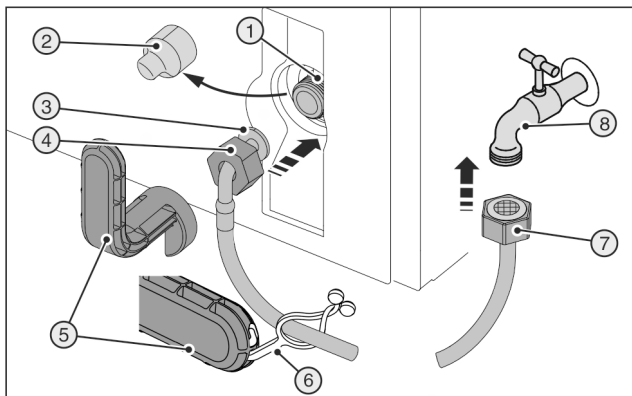
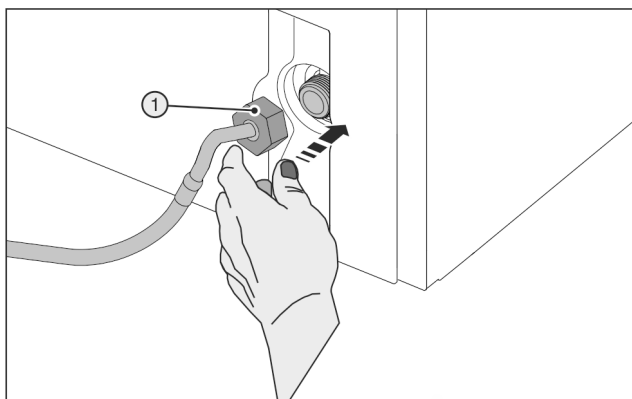

Fig. 51 \*
Fig. 52
- ▶ 拆下盖板 Fig. 51 (2)。
- ▶ 略微装配：将直软管端 Fig. 51 (7)向左置于地面。
- ▶ 将螺母 Fig. 51 (4)推至软管弯折端 Fig. 51 (3)上方末端并固定。
- ▶ 小心地装上螺母 Fig. 52 (1)并垂直拧到螺纹上。
- ▶ 小心地装上螺母 Fig. 52 (1)并用两根手指将其垂直拧到螺纹上，直至达到紧固位置。
辅助工具 Fig. 51 (5)破损！
- ▶ 只能在室温下使用辅助工具 Fig. 51 (5)。
- ▶ 使用辅助工具 Fig. 51 (5)顺时针拧紧螺母 Fig. 52 (1)，直至达到最大扭矩并且辅助工具 Fig. 51 (5)过紧。
- ▶ 将螺母 Fig. 51 (7)拧到截流阀 Fig. 51 (8)上。
- ▶ 使用辅助工具 Fig. 51 (5)顺时针拧紧螺母 Fig. 51 (7)，直至达到最大扭矩并且辅助工具 Fig. 51 (5)过紧。
- ▶ 将连接板 Fig. 51 (6)卡入辅助工具 Fig. 51 (5)内并固定在不锈钢软管上，以便于保存。
- ▶ 慢慢打开供水截流阀 Fig. 51 (8)。